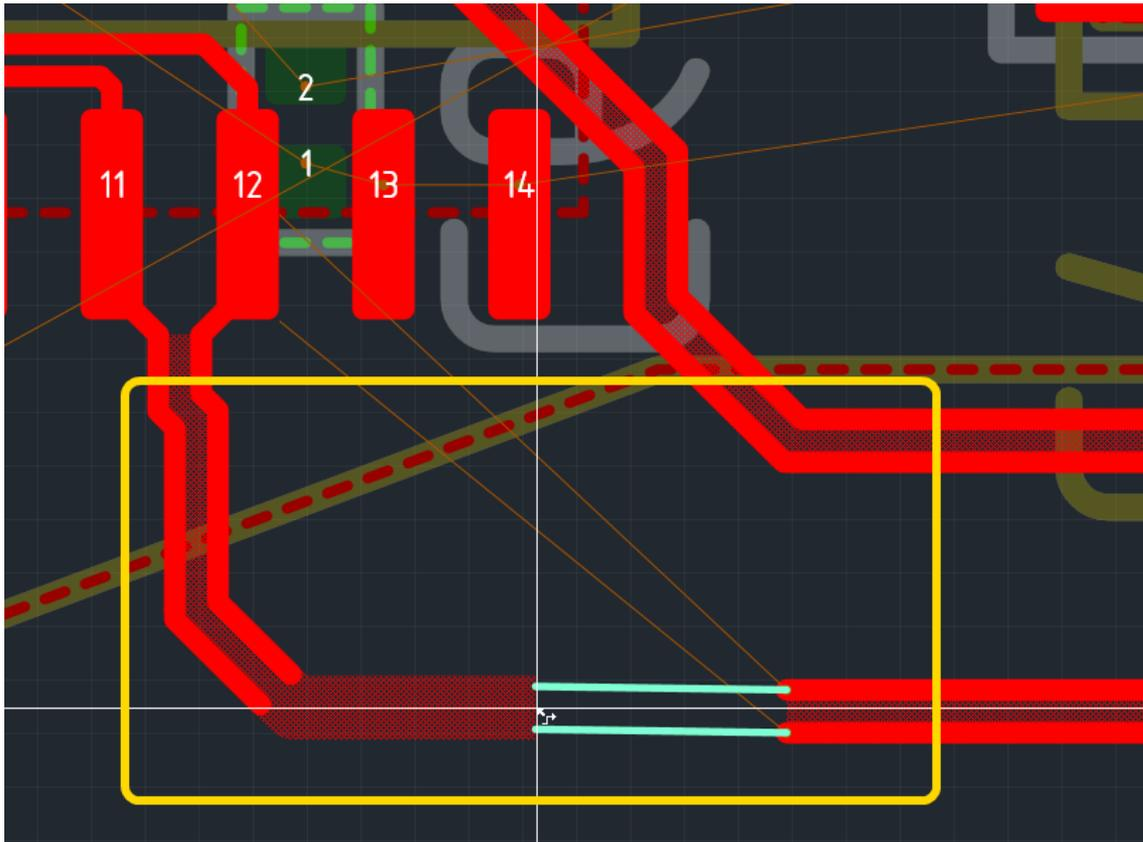

Рис. 91. Соединение двух участков диффпары
- Построить необходимое схождение как начальное, а затем соединить два участка линии, см. Рис. 91.